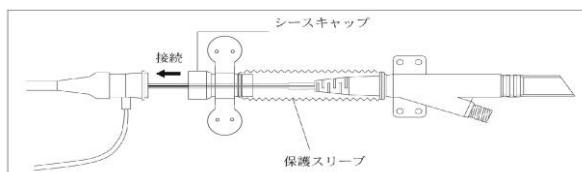

図 5. 保護スリーブ
- (6) 駆動を開始する。透視下にてバルーンが十分膨らんでいることを確認すること。
(7) バルーンの先端位置を X 線透視下にてよく確認する。
(8) シース挿入の場合で保護スリーブを用いる際には、先端のシースキャップの部分をシースボディにはめ込む。(図 5 参照)